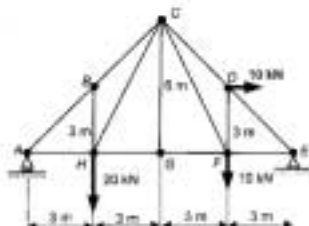

Figura 1
**PROBLEMA 1.-** Hallar los esfuerzos en las barras  $CD$ ,  $FC$  y  $HG$  en la estructura articulada plana de la Figura 1.